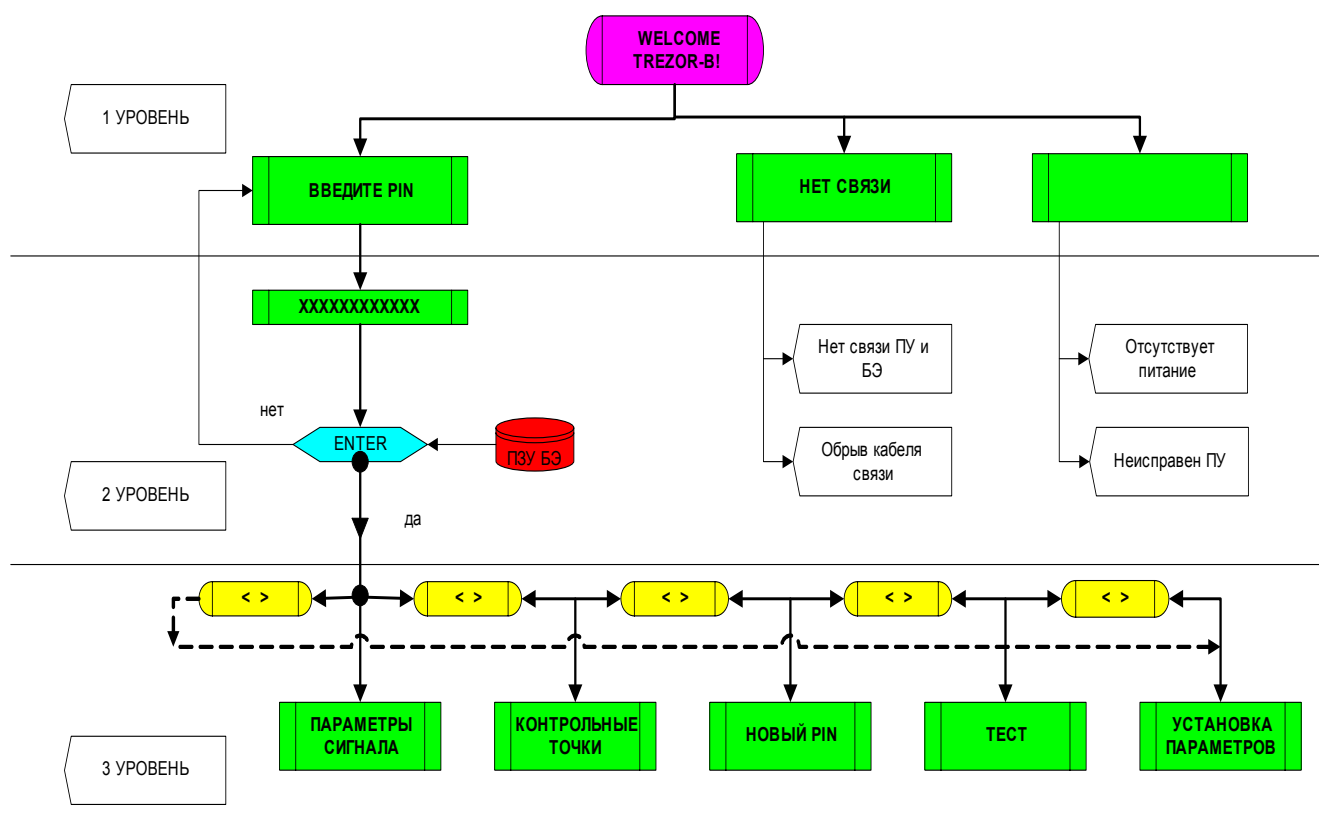
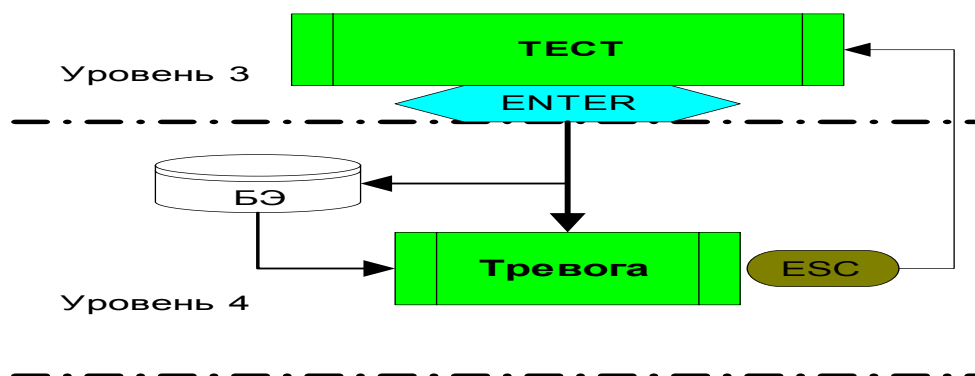

Рис. 3.1. Структурная схема верхних уровней системного меню ПУ
Рис. 3.5. Структурная схема раздела «ТЕСТ» системного меню ПУ
параметрами БЭ. Структурная схема верхних (1...3) уровней системного меню ПУ приведена на рис. 3.1.
3 уровень: На этом, основном уровне системного меню пользователь остается, двигаясь от раздела к разделу меню (по кругу) с помощью клавиши «→» (слева направо, рис. 3.1.), или с помощью клавиши «←» (справа налево, рис. 3.1.). Переход с 3-го на нижний 4-й уровень (в разделе) осуществляется нажатием клавиши «ENTER».
На рис. 3.5. изображена структурная схема раздела «ТЕСТ».
3.2.3.1. После того, как произведен первичный контроль работоспособности изделия согласно п. 3.2.1., необходима более тщательная его проверка с помощью ПУ перед процедурой настройки. Для этого необходимо подсоединить ПУ к БЭ, дождаться надписи **«ВВЕДИТЕ PIN»** на ЖК-индикаторе, ввести корректный PIN-код и выйти на основной 3-й уровень системного меню (рис. 3.1.). С помощью клавиши «→» осуществить переход в раздел **«ТЕСТ»** (рис. 3.5.), нажать клавишу «ENTER» и убедиться в свечении (1...5 с) красного светодиода «Порог/Тревога» на плате БЭ, а также появлении надписи **«Тревога»** на ЖК-индикаторе.